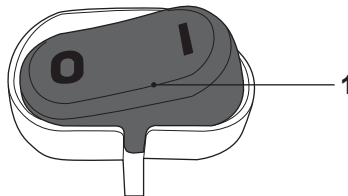

Fig. 15
- > Compruebe que el interruptor encendido / apagado (1) esté en la posición de apagado O (Fig. 15).